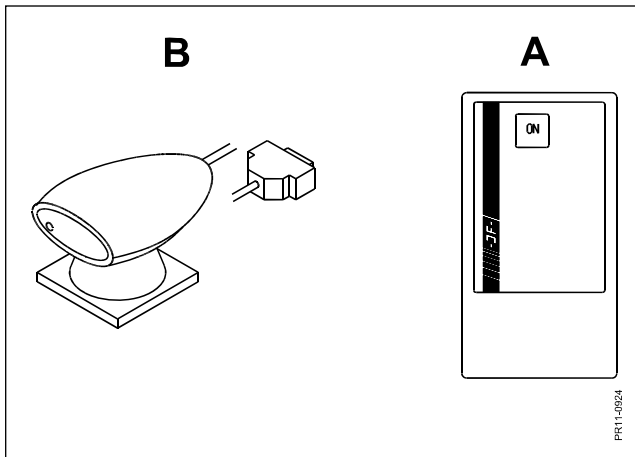

Fig. 7.6
- Fig. 7.6** Denna menypunkt ger möjlighet att sända data till PROFEED eller mottaga data från PROFEED. Förutsättningen är att man skaffat en infraröd handterminal (A) och en "IR mottagare för PC" (B), vilken skall kopplas till den PC som man skall kommunicera med. Utrustningen möjliggör överföring av ej lagrade fodermedel i Profeed-systemet.